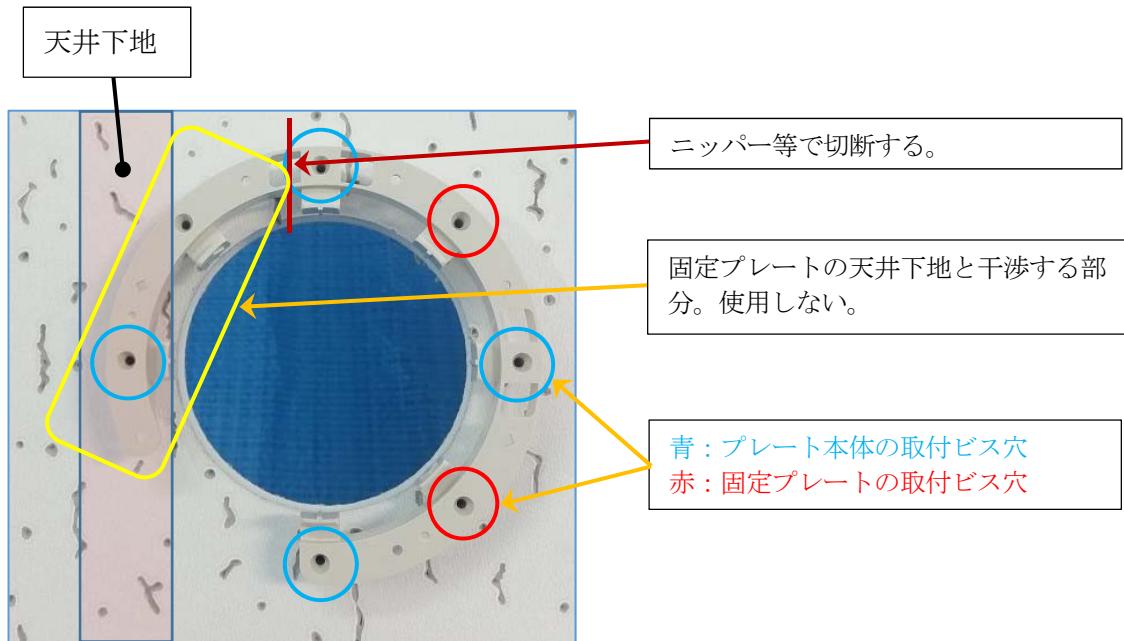

図3. 固定プレートの切断（天井下から見た状態）
- ① カットした固定プレートを天井裏にセットしてください。
- ② 図3の赤丸の2ヶ所で固定プレートを天井に取り付けてください。
- ③ 図3の青丸の3ヶ所（天井下地に固定する部分を以外）にビスを仮打ちしてください。（仮打ちは、作業に慣れれば省略可）
- ④ 図3の青丸の4ヶ所にビスを打ち込んで、開放型ヘッド組品を天井に取り付けてください。